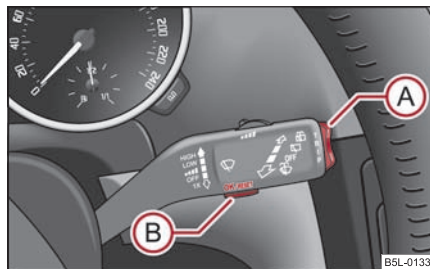
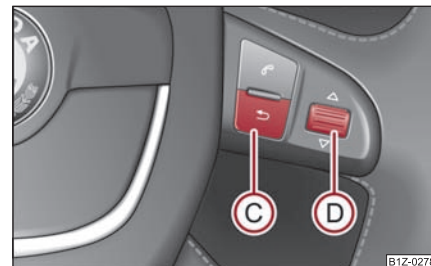
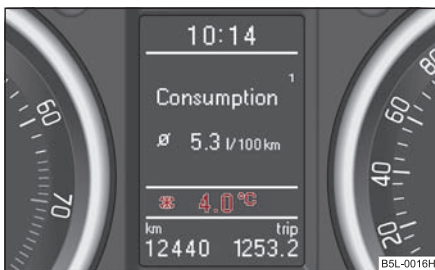

Fig. 22 Indicador multifunción: Elementos de mando
Fig. 23 Indicador multifunción: Manejo por medio de las teclas del volante multifunción
Fig. 24 Temperatura exterior
La conmutación de la memoria se efectúa por medio de la tecla **(B)** ⇒ fig. 22 en la palanca de limpiacristales o por medio de la tecla **(D)** en el volante multifunción* ⇒ página 23.
La tecla basculante **(A)** y la tecla **(B)** se encuentran en el puño de la palanca del limpiaparabrisas ⇒ fig. 22.
En vehículos que disponen de un volante multifunción* se han sustituido las teclas **(A)** y **(B)** por la rueda moleteada del volante multifunción ⇒ fig. 23. ■
La conmutación y restableción se efectúa por medio de la rueda moleteada **(D)** ⇒ fig. 23.
Si la temperatura exterior desciende por debajo de $+4^{\circ}\text{C}$, en la pantalla de temperatura aparece un símbolo de copo de nieve (señal de aviso para calzada helada) que parpadea 10 segundos y a continuación permanece inmóvil indicando la temperatura exterior $\Rightarrow$ fig. 24. Al mismo tiempo sonará una señal acústica. Después de pulsar la tecla basculante (A) en la palanca de limpiacristales $\Rightarrow$ página 22, fig. 22 o la tecla (C) en el volante multifunción $\Rightarrow$ página 23, fig. 23 se reproducirá la función que se ha visto como última.
En la pantalla aparece el tiempo de marcha desde la última vez que se borró la memoria. Cuando desee medir el tiempo de marcha a partir de un momento determinado, deberá poner en este momento preciso la memoria a cero, pulsando para ello la tecla (B) en la palanca de limpiacristales $\Rightarrow$ página 22, fig. 22 o la rueda moleteada (D) en el volante multifunción* $\Rightarrow$ página 23, fig. 23 durante más de 1 segundo.
Cuando desee medir el consumo medio a partir de un período determinado, deberá poner a principio de la medición la memoria a cero, por medio la tecla (B) en la palanca de limpiacristales $\Rightarrow$ página 22, fig. 22 o la rueda moleteada (D) en el ►
volante multifunción* ⇒ página 23, fig. 23. Tras borrarla, en la pantalla aparecerán guiones en los primeros 100 metros recorridos.
En el display aparece el kilometraje recorrido desde la última vez que se borró la memoria ⇒ página 22. Cuando desee medir el kilometraje recorrido a partir de un momento determinado, deberá poner en este momento preciso la memoria a cero, pulsando para ello la tecla **(B)** en la palanca de limpiacristales ⇒ página 22, fig. 22 o la rueda moleteada **(D)** en el volante multifunción* ⇒ página 23, fig. 23.
El display indica la velocidad media en km/h desde la última vez que se borró la memoria ⇒ página 22. Cuando desee medir la velocidad de marcha media a partir de un período determinado, deberá poner a principio de la medición la memoria a cero, por medio la tecla **(B)** en la palanca de limpiacristales ⇒ página 22, fig. 22 o la rueda moleteada **(D)** en el volante multifunción* ⇒ página 23, fig. 23.
- Pulse la tecla (B) en la palanca de limpiacristales ⇒ fig. 26 o la rueda moleteada (D) en el volante multifunción* ⇒ página 23, fig. 23. En la pantalla informativa* aparecerá **Speed warning 50 km/h (advertencia a 50 km/h)** ⇒ página 25, fig. 25. Este valor se puede aumentar o bajar con la tecla (A) en la palanca de limpiacristales o girando la rueda moleteada (D) en el volante multifunción*.
- Presionando varias veces la tecla (B) en la palanca del limpiacristales o de la rueda moleteada (D) en el volante multifunción* se memoriza el valor.
Si Vd. ahora sobrepasa el límite de velocidad ajustado, en la pantalla aparecerá **Speed 50 km/h exceeded (velocidad de 50 km/h sobrepasada)**. Este mensaje queda indicado, hasta que reduzca la velocidad a por debajo del límite ajustado o desactive el mensaje pulsando la tecla (B) en la palanca de limpiacristales ⇒ fig. 26 o la rueda moleteada (D) en el volante multifunción* ⇒ página 23, fig. 23.